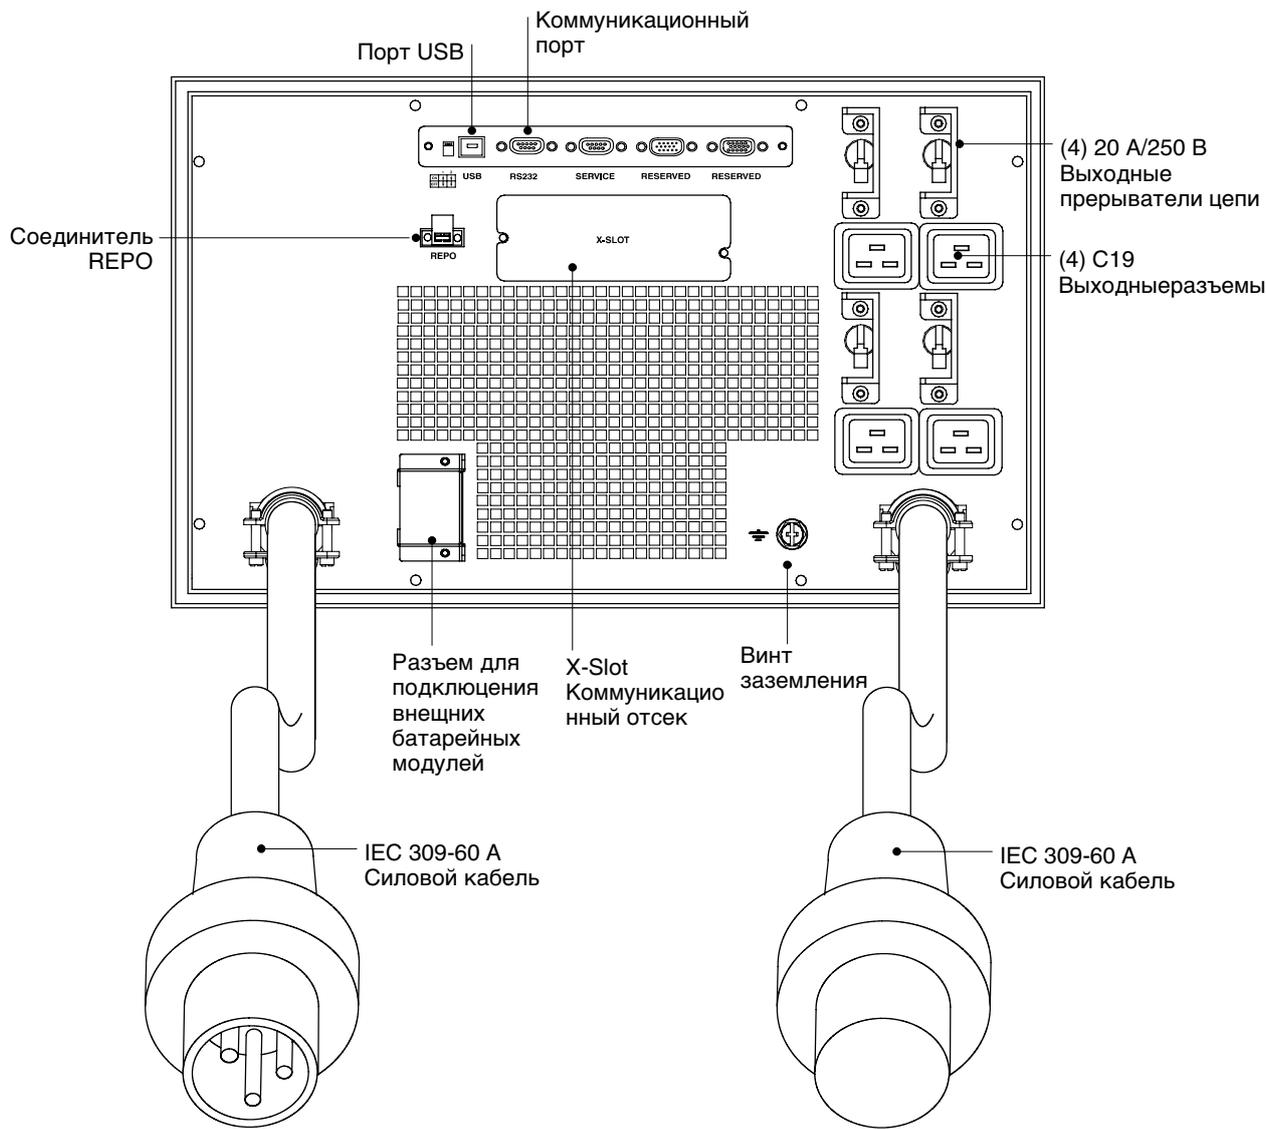

Рисунок 27. Задняя панель ИБП с гнездовым соединением
1. Убедитесь, что все выключатели цепи находятся в выключенном [OFF (O)] положении.
3. Если стойка снабжена разъемами для заземления или соединения незаземленных металлических частей, подсоедините провод заземления (не входит в комплект поставки) к винту заземления. См. рис. 27 на стр. 24 для определения местоположения винта заземления.
4. Подключите оборудование, которое необходимо защитить, к выходным розеткам ИБП, но не включайте оборудование (см. рис. 27).